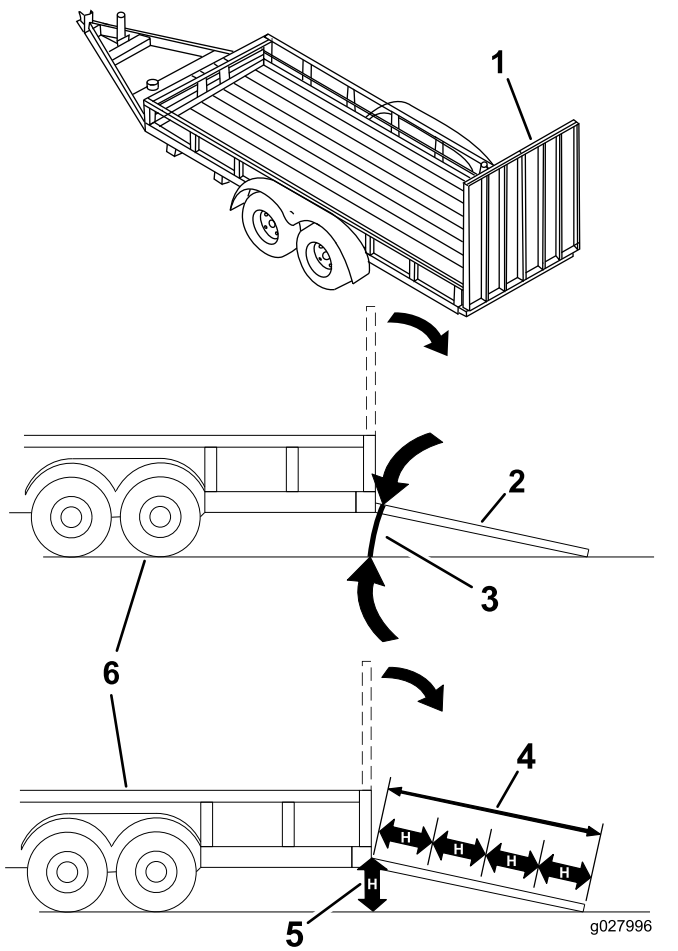

Figure 31
Le chargement de la machine sur une remorque ou un camion augmente le risque de basculement et donc de blessures graves ou mortelles (Figure 31).
1. Abaissez la rampe pour que l'angle avec le sol ne dépasse pas 15 degrés (Figure 31).